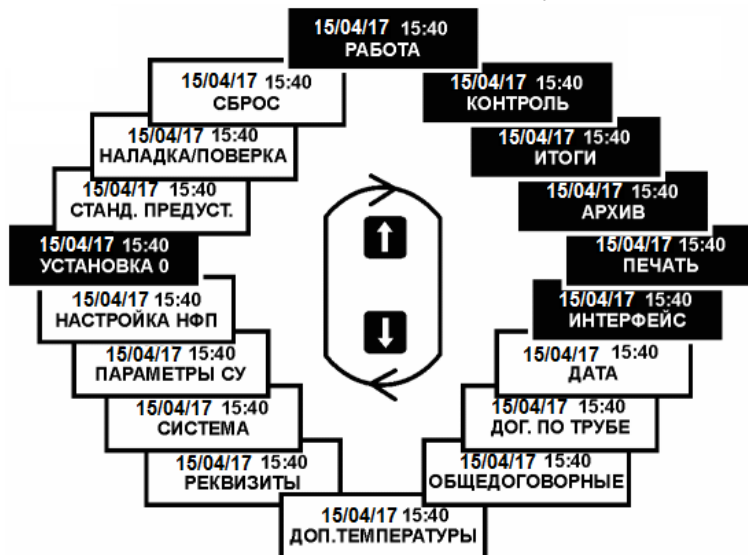

Рисунок 3 – Структура меню тепловычислителя ВКТ-5
- 1) **меню 1-го уровня** (рисунок 3) позволяет выбрать тип настроечных параметров, подлежащих установке, или тип параметров теплотребления, подлежащих рассмотрению;